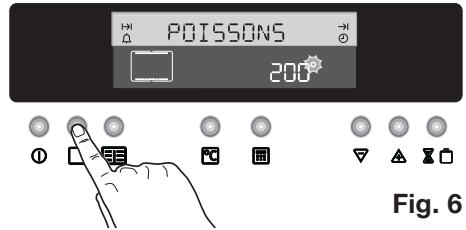

Fig. 6
2. Appuyez une fois sur la touche de sélection **□** et sélectionnez la fonction "**POISSONS**" **□** (Fig. 6).